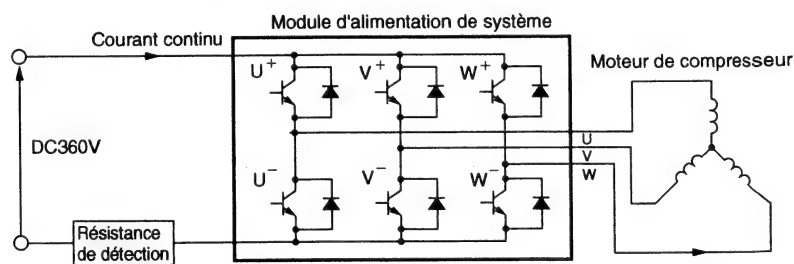

Fig. 8-6
- (1) Comme indiqué sur Fig. 8-6, les transistors U+ et V- du module d'alimentation sont excités pour que le courant soit appliqué au bobinage du moteur.